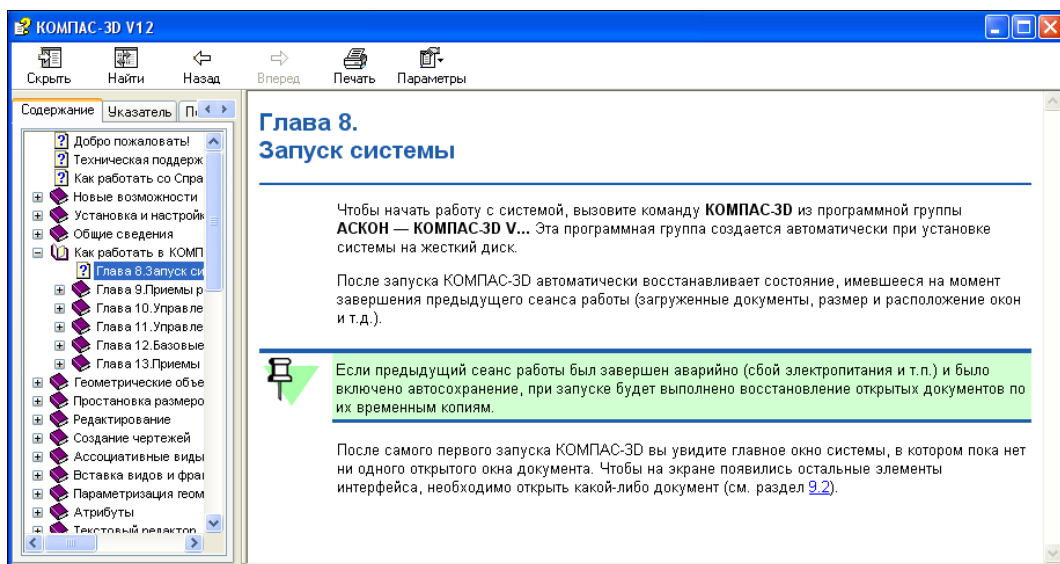

Рис. 1.14. Справочная система КОМПАС-3D V12 на вкладке **Содержание**
- ♦ **Содержание** — данная команда выводит на экран окно с содержанием справочной системы КОМПАС-3D V12. Для ее вызова необходимо щелкнуть ЛК мыши по данному пункту или нажать клавишу <F1>. Система выведет на экран диалоговое окно справочной системы КОМПАС-3D V12 на вкладке **Содержание** (рис. 1.14). Под его заголовком находится Строка меню с раскрывающимися пунктами и четыре вкладки: **Содержание**, **Указатель**, **Поиск** и **Избранное**. Диалоговое окно разделено на две части. В левой части представлен список названий разделов и книг справочной системы КОМПАС-3D V12. Содержание справки можно прокручивать с помощью вертикальной линейки прокрутки.